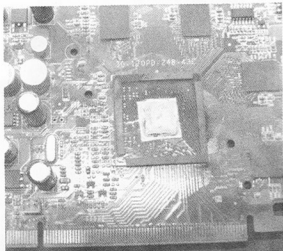

图 4-27 清扫积灰
(1) 将显卡散热系统取下，清扫 GPU 周边的积灰，如图 4-27 所示。